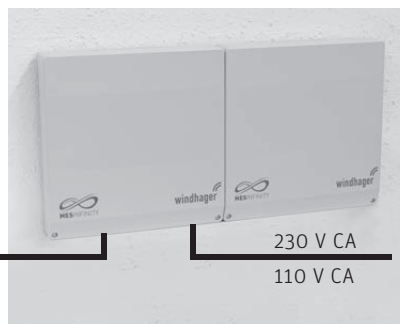

Fig. 91 Modules fonctionnels (système de régulation MES INFINITY), montage mural
- être montés à un mur (Fig. 91) – point 14.1 ou